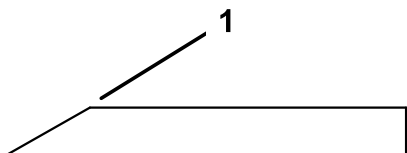

Figure 39
1. Au moyen d'une lime, aiguissez les tranchants aux deux extrémités de la lame (Figure 39).